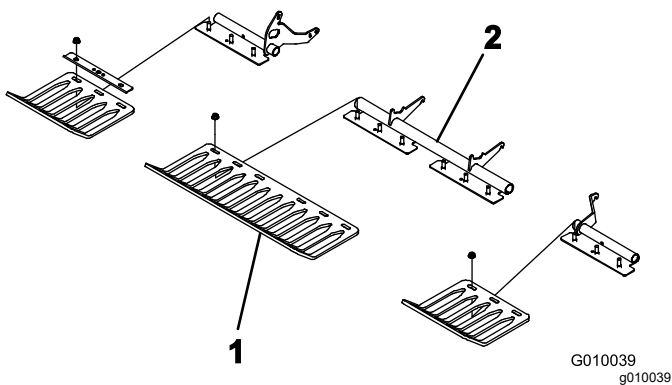

图 23
4. 使用 4 个护草板夹具和 12 个凸缘螺母将护草板松散地安装到护草板支架上图 23。切勿将紧固件拧得过紧。
注意 出厂时附带的护草板夹具和凸缘螺母固定到护草板支架图 23。